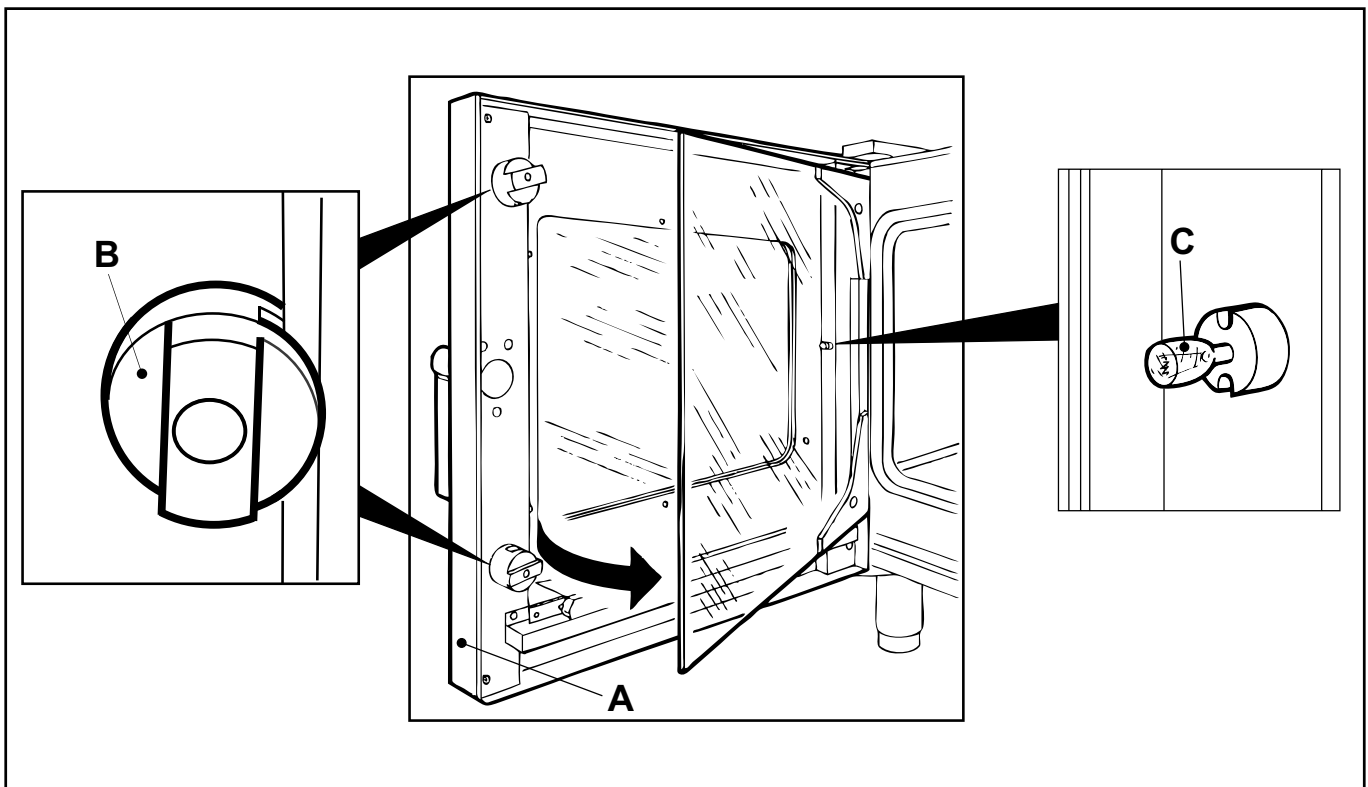

Abb. 9
- 1) Die Tür des Ofens öffnen (**A** - Abbildung 9).
- 2) Die Plastikhalterungen (**B** - Abbildung 9) der internen drehen und wie ein Buch öffnen.
- 3) Die Lampe auswechseln (**C** - Abbildung 9).